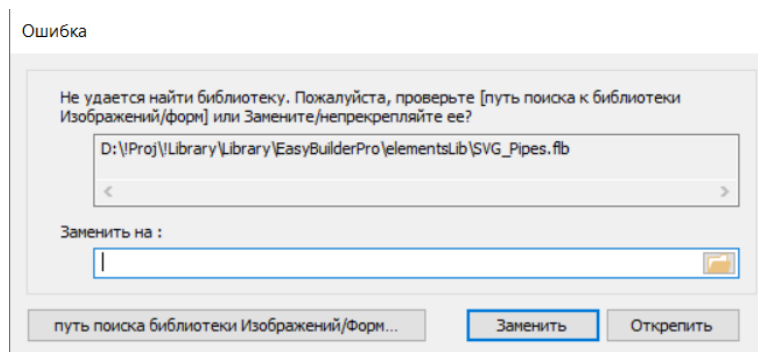

Рисунок 2.2 – Ошибка отсутствия файла библиотечных элементов
3. В случае если библиотека элементов «SVG_Pipes.flb» еще не была добавлена в проект, то при его запуске будет отображено всплывающее окно «Ошибка» (рисунок 2.2). Для того чтобы добавить библиотеку необходимо в окне «Ошибка» нажать кнопку (), указать путь к файлу библиотечных элементов «SVG_Pipes.flb», поставляемому Предприятием-изготовителем на Flash-накопителе и нажать кнопку «Заменить».